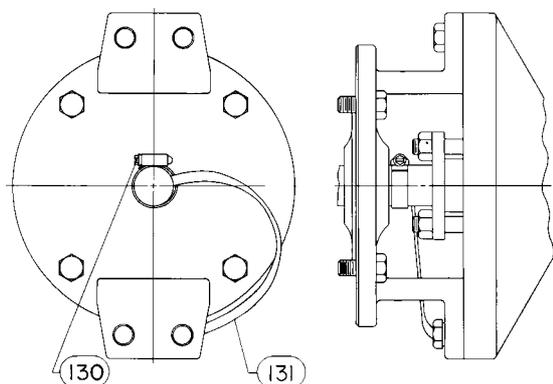

图3. 可选轴至阀体焊条组件
9. 对于氧气工况，将焊条组件（件号 131，图 3 所示）用夹紧装置（件号 130，图 3 所示）接到轴上，然后通过头螺丝（件号 35）将焊条组件的另一端连接到阀体。确保是六角头螺帽紧固（件号 36）。
2. 按照单个执行机构的指导手册说明拆卸执行机构，然后拆掉帽螺栓和螺母（件号 35 和 36）。如果使用焊条组件（件号 131，图 3 所示）须拆除夹紧装置（件号 130，图 3 所示）。
- 氧气工况，用夹紧装置（件号 130，图 3 所示）将焊条组件（件号 131，图 3 所示）固定到轴上，然后用帽螺丝（件号 35）将焊接的带组件的一端连接到阀体上。确保使用六角螺母的帽螺丝（件号 36）。
2. 按照单个执行机构的指导手册说明拆除执行机构，然后拆卸帽螺丝和螺母（件号 130，图 3 所示）。如果使用了焊条组件（件号 131，图 3 所示）须拆除夹紧装置（件号 130，图 3 所示）